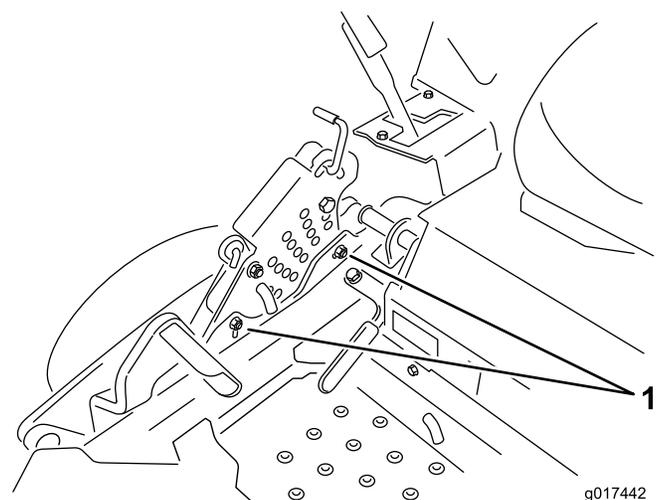

Figure 77
- 12. Pour régler le système monopoint, desserrez les deux boulons au bas de la plaque de hauteur de coupe Voir Figure 77.
14. Serrez les deux boulons au bas de la plaque de hauteur de coupe (Figure 77). Serrez à un couple de 37 à 45 Nm.